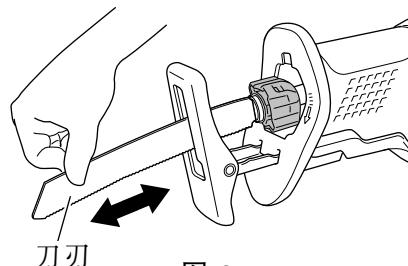

图 8
- (3) 松开控制杆时, 弹簧的弹力会使控制杆自动返回正确的位置。
- (4) 用手试着拉刀刃背两三次, 以确认刀刃已安装牢固。(图 8)